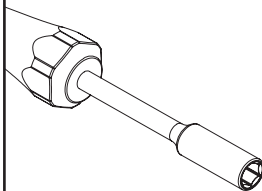
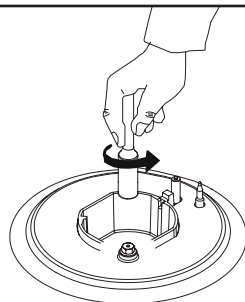

Figura 2
Figura 3
- 2.** Com o auxílio de uma chave de fendas (7 mm) com a ponta conforme mostrado na figura 2, retirar o injetor rodando o mesmo (Ver figura 3).